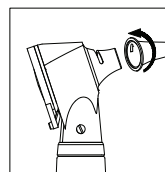

fig.2
- Choisissez un embout adapté au canal auriculaire du patient, poussez-le sur la tête puis vissez l'embout dans le sens des aiguilles d'une montre, comme sur la **figure 2**. La taille de l'embout est généralement de 4 mm pour les adultes et de 2,4 mm pour les enfants ;